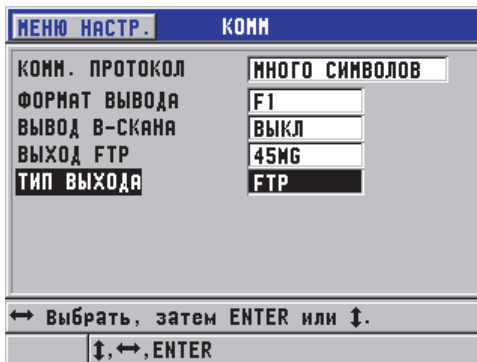

Рис. 8-3 Окно КОММ.
2. В окне **КОММ** (см. Рис. 8-3 на стр. 163):